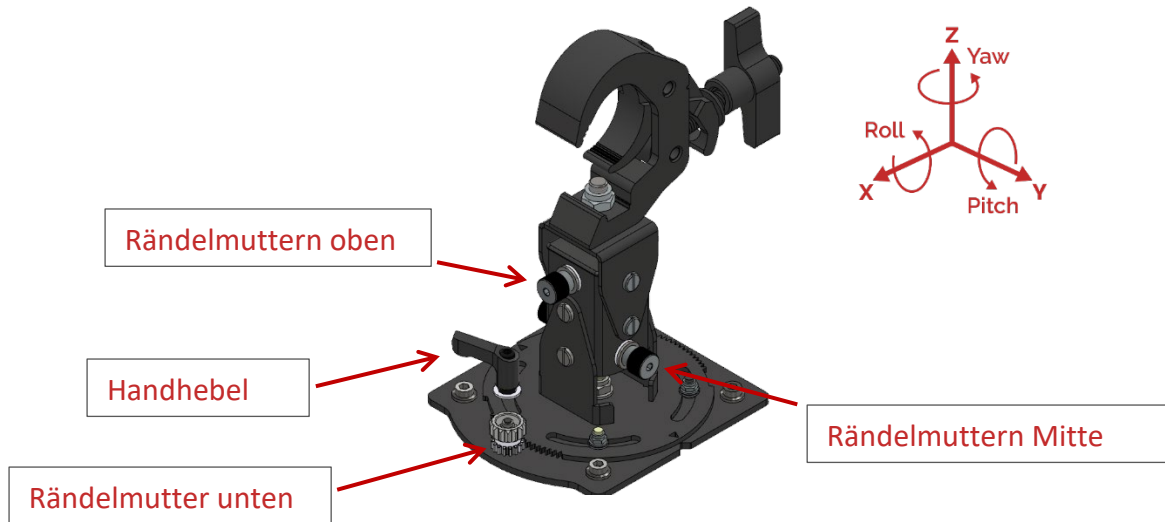

Abbildung 22 Einstellen der Position in den drei Achsen
Schritt 3: Zur Feineinstellung der Winkel von Roll-, Dreh- und Nick-Achse verwenden Sie eine der Rändelmuttern, wie unten in Abbildung 22 gezeigt: